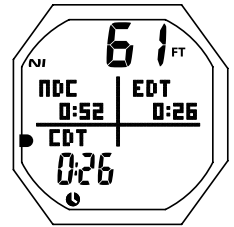

Fig. 135 - PRINCIPAL INMERSIÓN EN MODO FREE
**PRINCIPAL INMERSIÓN EN MODO FREE** - Ésta es la información mostrada (Fig. 135):